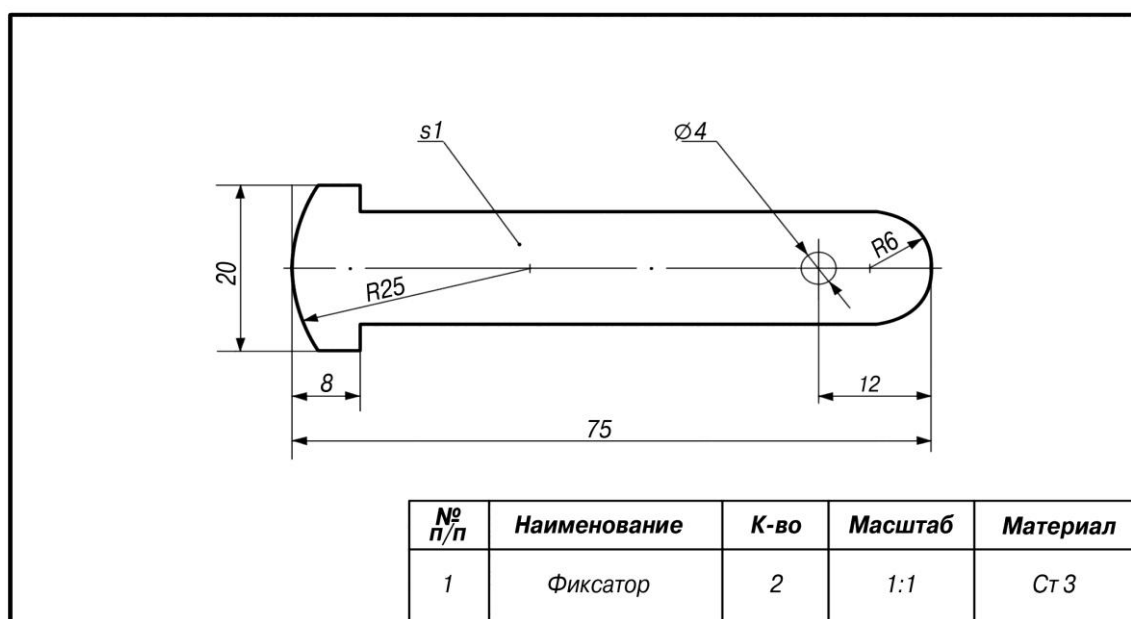

Рис. 1. Фиксатор для ручки слесарного молотка
1. Изготовить два фиксатора (Рис. 1.)